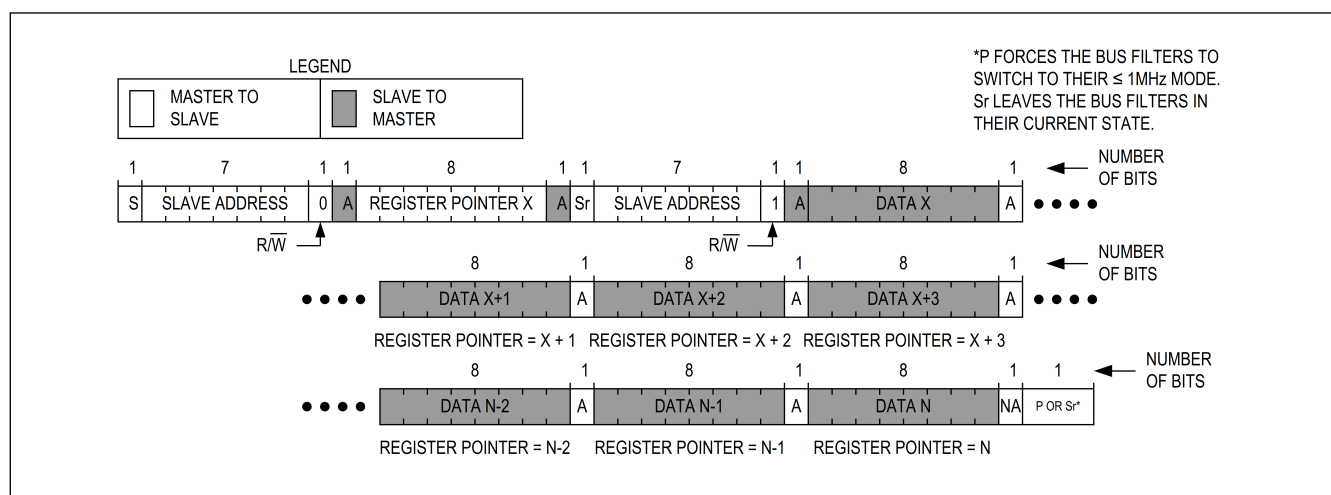

図 26. 連続したレジスタ X~N からの連続読出し
図 26 は、連続したレジスタからの読出しプロトコルを示しています。このプロトコルはバイト読出しプロトコルに似ていますが、マスタがアクノレッジを発行してスレーブに更にデータが必要であることを知らせる点が異なります。マスタは、必要なデータが全て揃ったら、ノットアクノレッジ (nA) とストップ (P) を発行して送信を終了します。連続したレジスタからの連続読出しプロトコルは以下のとおりです。
1. マスタは、スタート・コマンド (S) を送信します。
3. アドレス指定されたスレーブは、SDA をローにしてアクノレッジ (A) をアサートします。
10. マスタはアクノレッジ (A) を発行し、更にデータの受信が必要であることをスレーブに通知します。